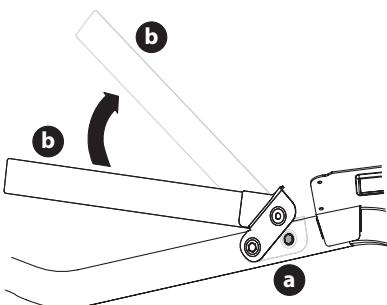

Figura 4
1. Extraiga los dos tornillos arandela hexagonal (a) que están instalados parcialmente en el bastidor (Figura 4).
2. Gire el aro superior (b) hasta que quede en su posición (Figura 4).